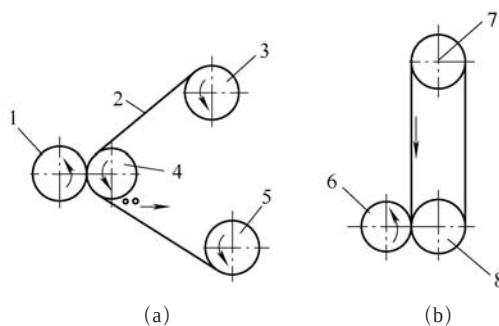

图 3
(1) 砂带磨削加工原理：利用特制的砂带磨削工具，将其安装在车床刀架上，对零件需加工表面进行磨削加工，从而降低工件表面粗糙度值，实现转轴的磨削加工要求。其磨削机理与砂轮磨削相似。
(2) 砂带磨削的特点：①砂带磨削由于有“冷态”磨削特点，磨削产生的磨削热少、散热好，不易烧伤工件。②砂带磨削的工件表面残余应力和表面硬化层深度均低于一般砂轮磨削，磨削条件稳定。③砂带具有一定的柔软性，可反贴于曲面磨削加工各种复杂曲面，具有较好的跑合和抛光作用。工件表面粗糙度值可达 $R_a=0.2\sim0.8\mu\text{m}$ 。④磨削比高。砂带磨削的磨削比高达300:1甚至400:1。⑤设备简单，无需平衡和修整，制造成本低，操作安全。⑥工件一次定位后，可多次更换砂带完成全部加工。
(3) 砂带磨削示意图：图3所示为砂带磨削加工示意图。
(4) 砂带磨削工艺参数：砂带速度 $v_s=12\sim30\text{mm/s}$ （粗磨速度低，精磨速度高）；工件速度 $v_w=20\sim30\text{m/min}$ （粗磨速度低，精磨速度高）；接触压力须根据工件材质、热处理状况、磨削余量及磨后表面粗糙度要求进行选择，一般选用50~300N；轴向进给量 f_a 及背吃刀量 a_p 的选择，粗磨时选大一些，精磨时选小一些，对合金材料或工件精度和